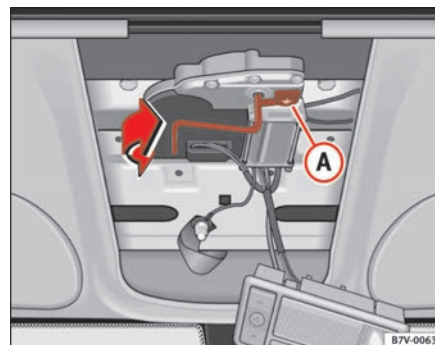

Fig. 69 Accionamiento de emergencia
- Gire en el sentido de la flecha, la protección A ⇒ fig. 69 de la abertura de la manivela.
- Vuelva a colocar la manivela en su sujeción y gire la protección A ⇒ fig. 69 sobre la abertura de la manivela.